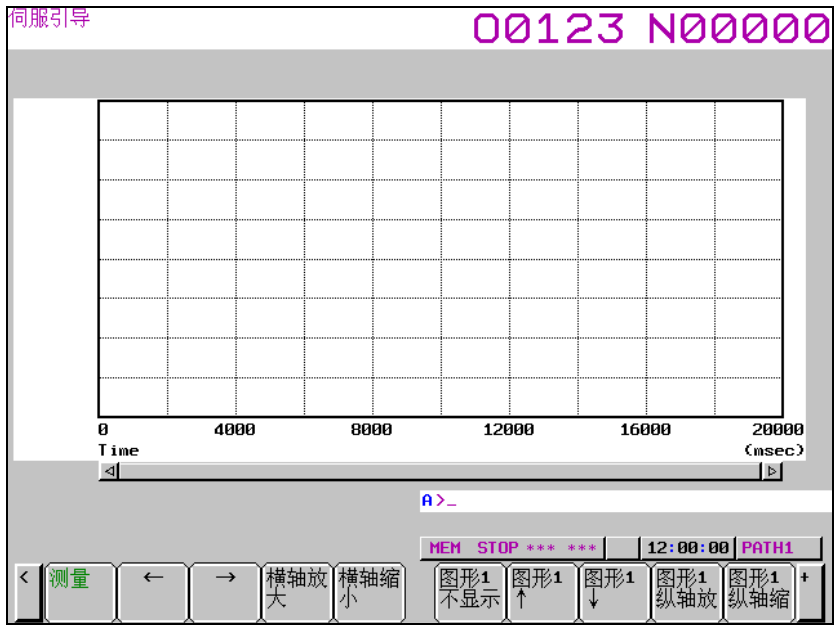

图1.9.1.1 (a)
- 4 按下软键 [Y-TIME]。出现 图 1.9.1.1 (a)所示的波形画面。